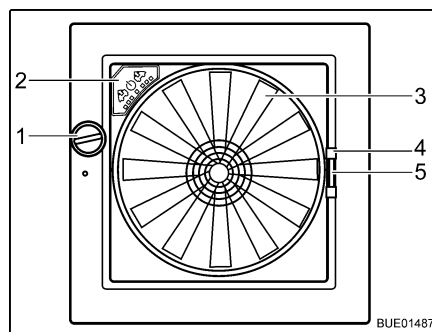

Bild 56 Dachhaube Omni-Vent
- Öffnen:* ■ Drehknopf (Bild 56,1) drehen, bis der gewünschte Öffnungswinkel erreicht ist.
- Schließen:* ■ Drehknopf (Bild 56,1) drehen, bis Dachhaube vollständig geschlossen ist.
- Schließen:* ■ Insektenschutz am Griff (Bild 56,4) zur gegenüberliegenden Rahmen-seite ziehen.
- Schließen:* ■ Griff (Bild 56,5) der Verdunklung zusammendrücken.
- Ventilator** Wenn die Dachhaube geöffnet ist, kann der Innenraum mit dem 6-stufigen Ventilator (Bild 56,3) belüftet und entlüftet werden. Der Ventilator wird am Bedienfeld (Bild 56,2) bedient.